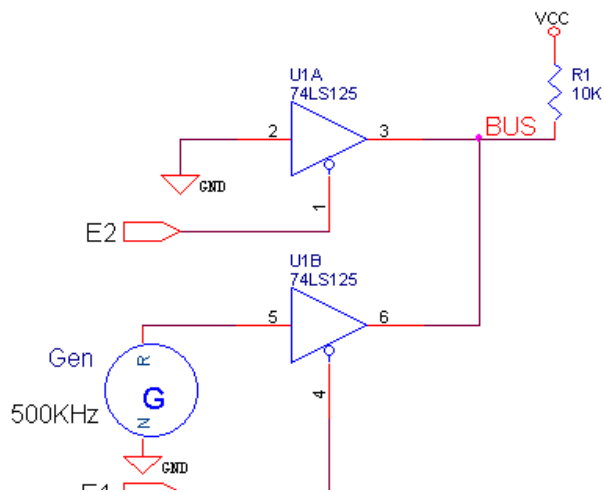

Figura 8
- ✓ Conectar las salidas de dos buffers tal y como se muestra en la figura 8. La entrada de un buffer se conectará a una **señal digital TTL de 500KHz** y la del otro a nivel lógico bajo.